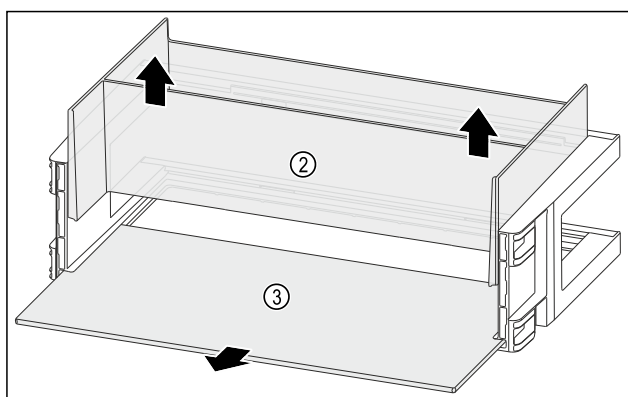

Fig. 123
- Organizer Fig. 123 (2) nach oben entnehmen.
- Abstellfläche Fig. 123 (3) entnehmen.